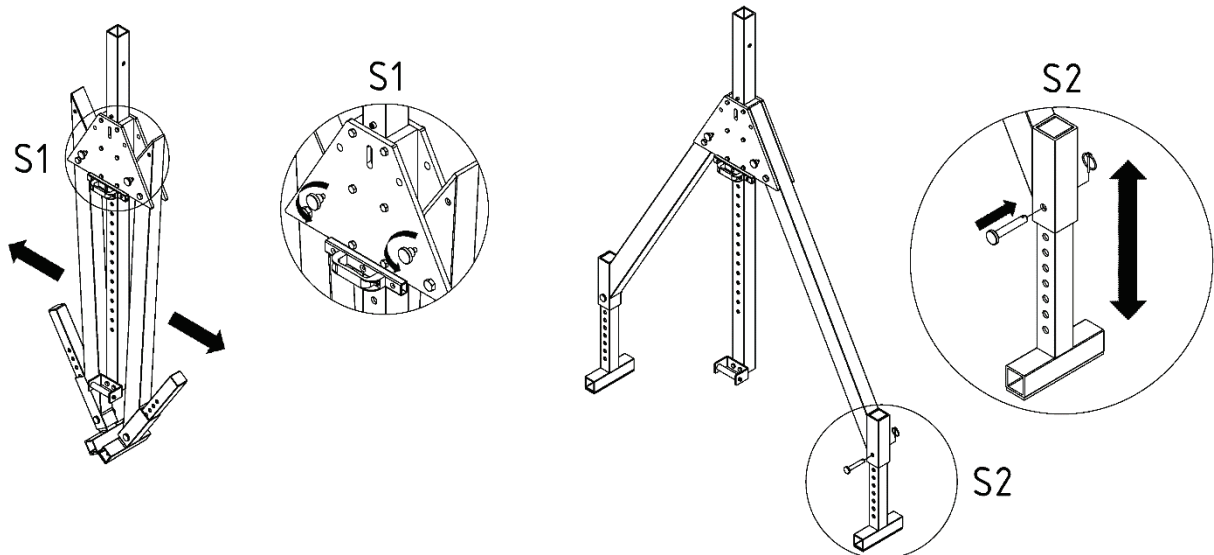
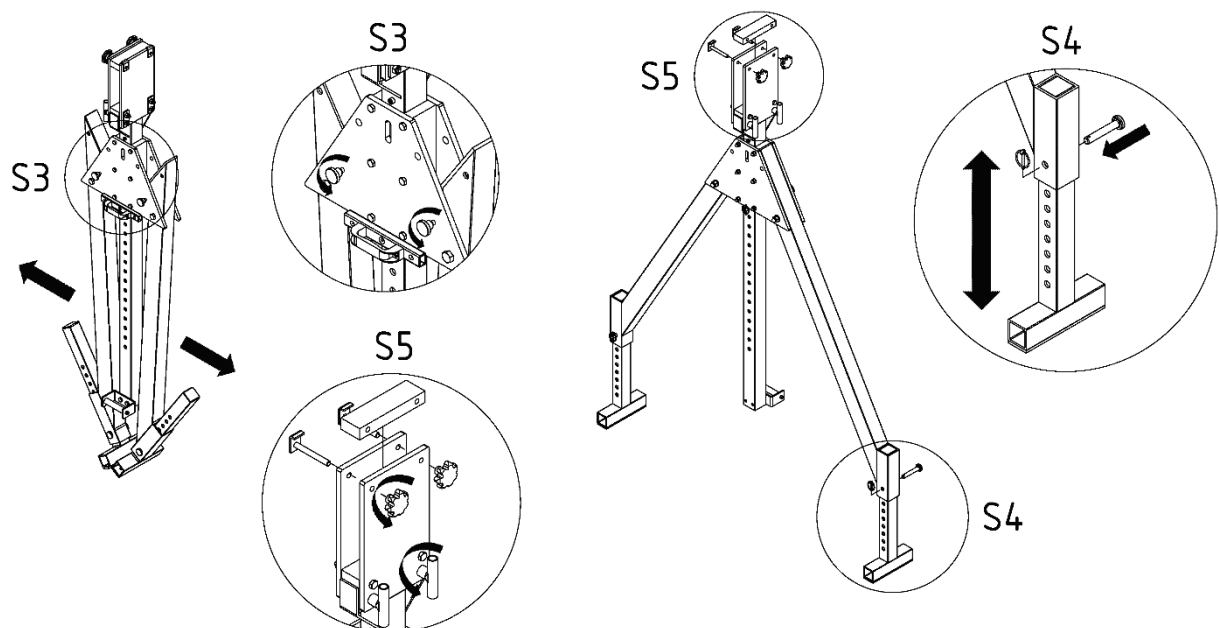

Fig. 1
Fig. 2
- 7.1 Løsne fingerskruene som vist i fig. 1 og fig. 2.
- 7.2 Løsne spennskruer 2 som vist i fig. 2.